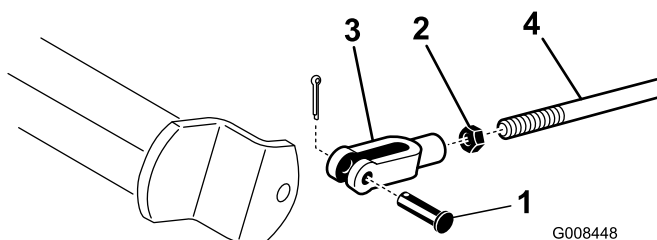

Figure 53
2. Si les freins ne se bloquent pas uniformément, désaccouplez les tiges de frein en retirant la goupille fendue et l'axe de chape (Figure 53).
3. Desserrez l'écrou de blocage et réglez la chape comme il convient (Figure 53).
4. Montez la chape sur l'arbre de frein (Figure 53).